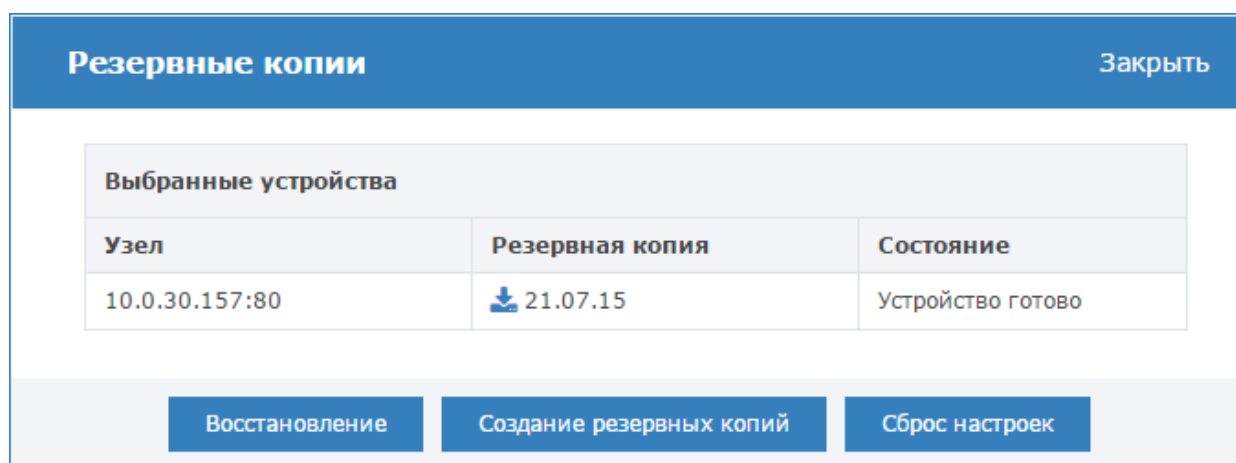

Рисунок 9.75 — Работа с резервными копиями
3. Выберите требуемую команду (рисунок 9.75).